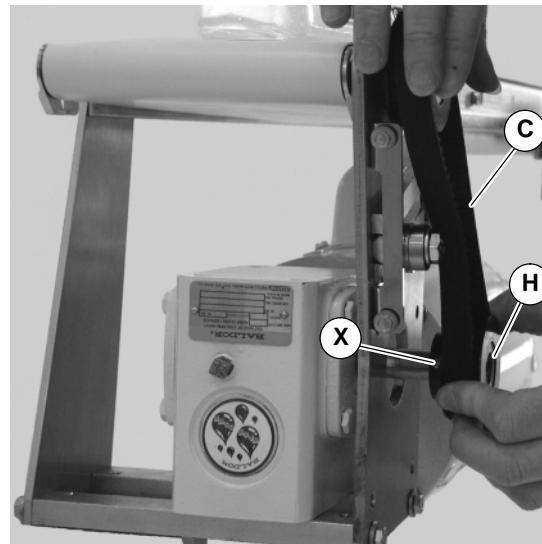

Abbildung 26
3. Die Madenschrauben der Antriebszahnscheibe (X siehe Abbildung 26) lösen. Antriebszahnscheibe (H) und Zahnriemen (C) abnehmen.